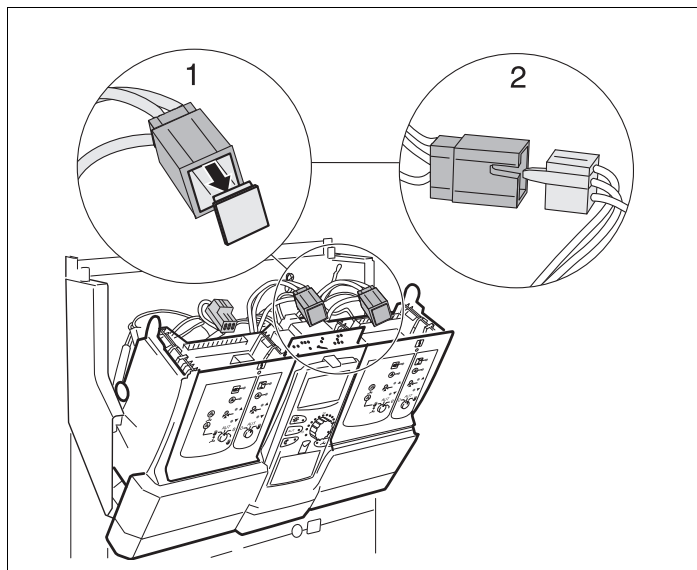

Рис. 8 Подключение гнезда 2 к электросети
- ▶ Удалите заглушку (→ рис. 8, [1]) трехполюсного штекера (на кабельном жгуте).
- ▶ Вставьте соединительный штекер (230 В) модуля в трехполюсный штекер (→ рис. 8, [2]).